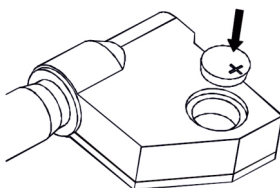

Abb. 2
- » Legen Sie eine CR2032-Batterie in das Batteriefach ein, die positive Seite der Batterie (+) sollte nach außen zeigen (Abb. 2).